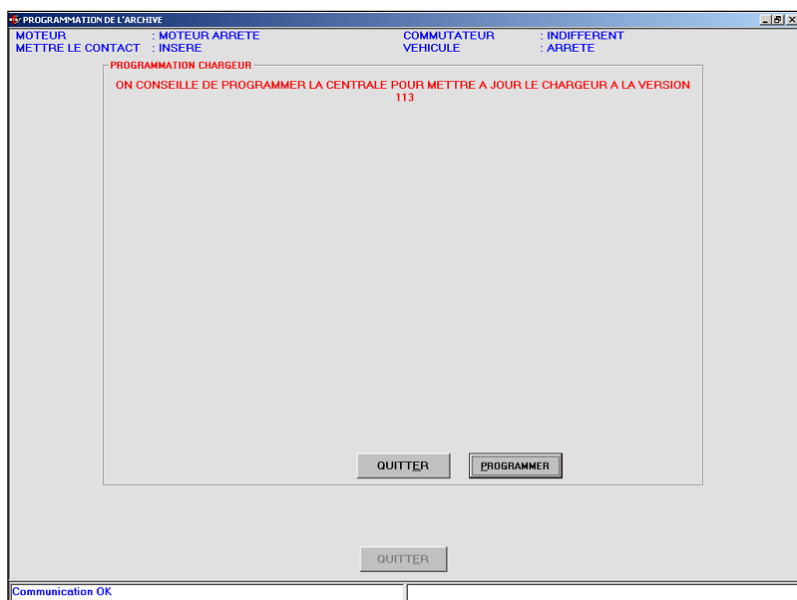

Fig. 4.40c: Mise à jour du chargeur si sur la centrale sa version est supérieure à 106
2. La centrale a un chargeur avec version supérieure ou égale à 106, mais inférieure à la dernière version présente sur le PC. Dans ce cas la page-écran apparaît comme en figure 4.40c et le message au centre de l'écran avertit que la mise à jour de la centrale est nécessaire.